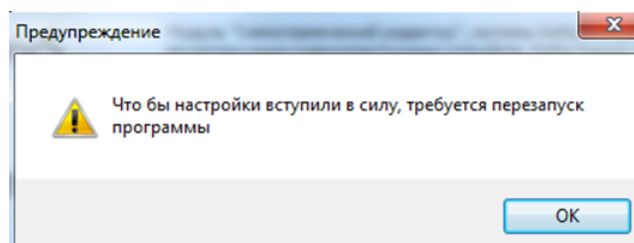

Рис. 20 Выполнение перезапуска программы
4. Произведите перезапуск программы Delta Design, см. Рис. 20.